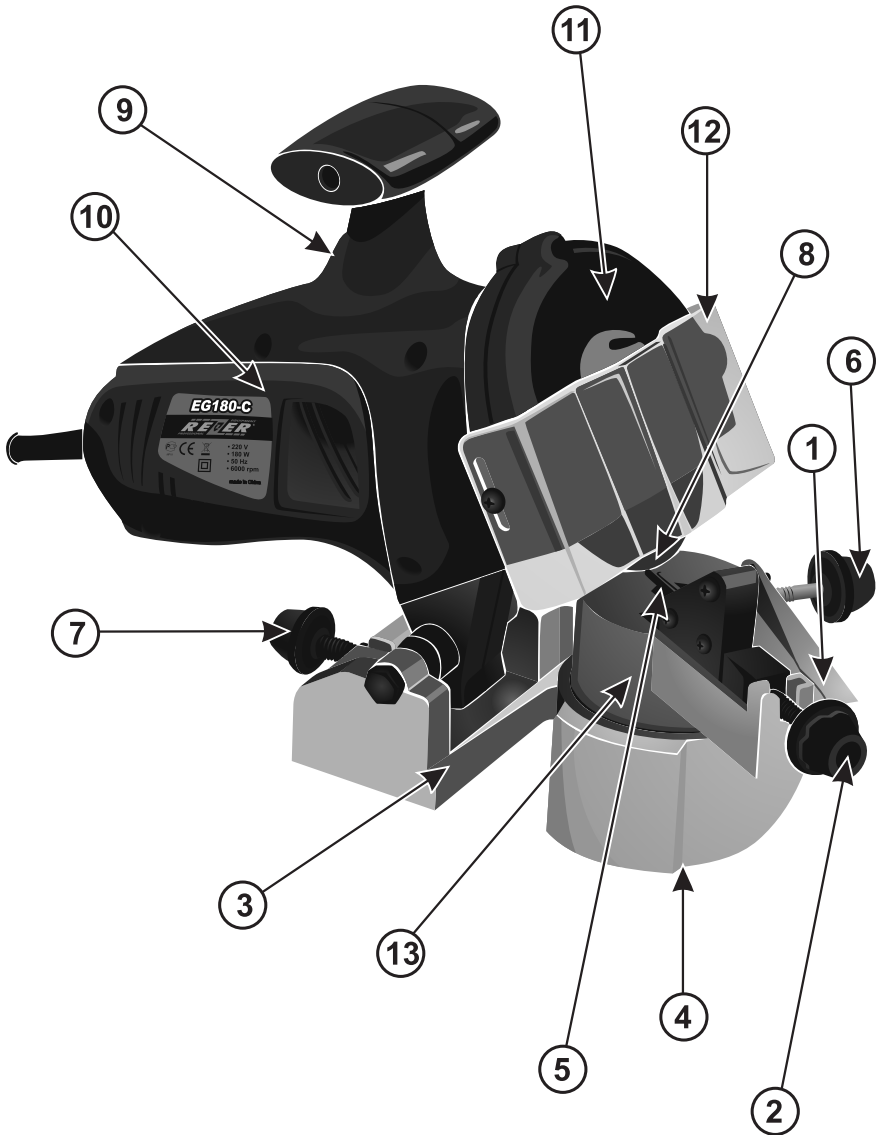

Рис. 1. Описание
## 2. ОПИСАНИЕ (рис. 1)
- Никогда не работайте со станком без кожуха 11 (рис. 1), защищающего заточной диск.
- Всегда проверяйте заточной диск 8 (рис. 1), включив станок на 30–60 сек без контакта его с цепью.
- Ослабьте гайку 4 (рис. 1) и установите стрелку блока установки цепи 13 (рис. 1) на нужное значение угла шкалы угломера. Цепи имеют различные размеры и разные углы заточки. Проверьте по документации производителя тип цепи и далее следуйте рекомендациям приведенным в **Таблице углов заточки пильных цепей** (см. табл. 1). После того, как угол установлен, затяните гайку 4.
- Поднимите упор 1 (рис. 7) и уложите цепь в направляющие 5 (рис. 1).
- Опустите корпус и переместите цепь так, чтобы заточной диск 8 попал в выемку зуба и уперся в нее (рис. 8). Регулировку наклона корпуса производить винтом 7 (рис. 1).
- Перекиньте упор 1 (рис. 1) и вращением винта 2 переместите его в положение, при котором он упрется в зуб, с которого Вы хотите начать заточку, поднимите корпус.